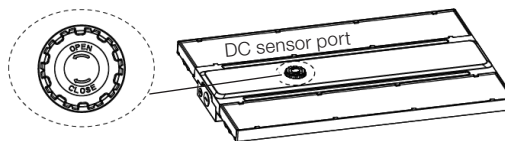

Figure 9
STEP 1: Follow the directions on the plug and rotate counter clockwise to remove. See Figure 9.
See Figure 9.
ÉTAPE 1: Suivez les directives sur la fiche et tournez dans le sens antihoraire pour retirer. Voir la Figure 9.